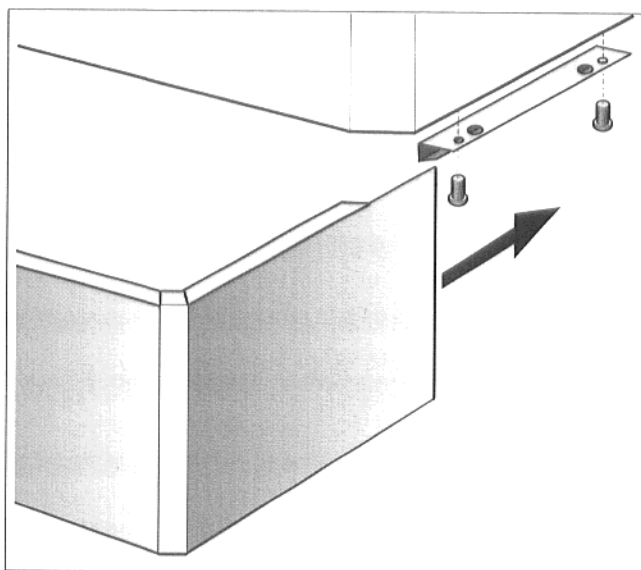

Fig. 7: pannello G-BL
- Avvitare al rivestimento i profili di montaggio per il pannello ed inserirvi il pannello (Fig. 7).